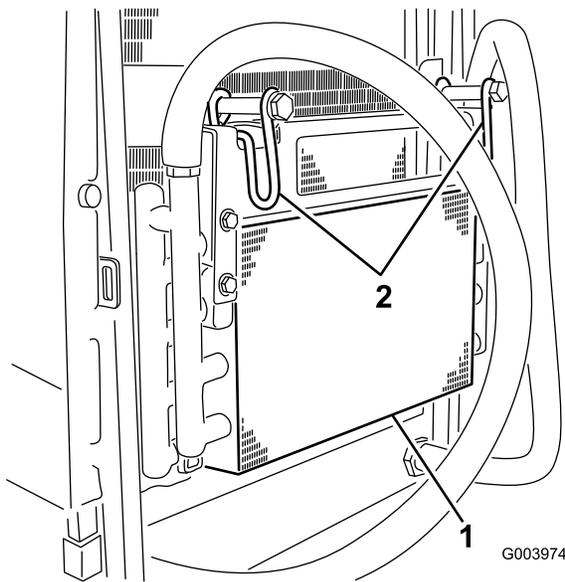

Figura 60
6. Girate il fermo verso l'interno per rilasciare il radiatore dell'olio (Figura 60).